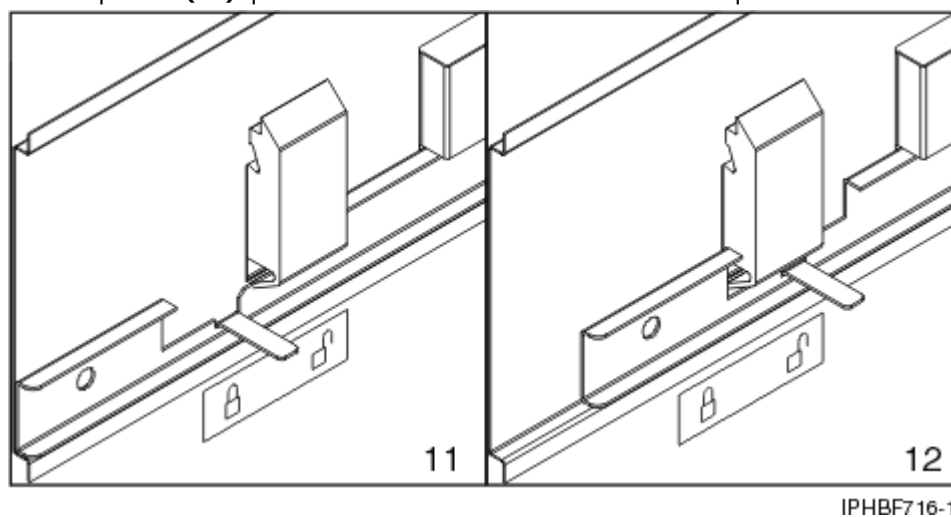

Figura 57. Colocando o adesivo de travado/destravado no painel da tampa
- e. Coloque um adesivo de bloqueio/desbloqueio na parte interna do painel da tampa para que, quando a barra deslizante estiver na posição bloqueada, a guia fique sobre o símbolo de bloqueio (**11**), conforme mostrado na Figura 57 na página 85, e sobre o símbolo de desbloqueio (**12**) quando a barra deslizante estiver desbloqueada.